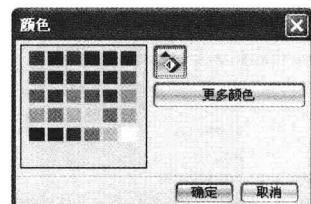

图 1-25 “颜色”对话框
- 颜色：不设置颜色将显示为默认颜色。可以单击右侧的颜色块，在弹出的“颜色”对话框中给对象选择新的颜色，如图 1-25 所示。